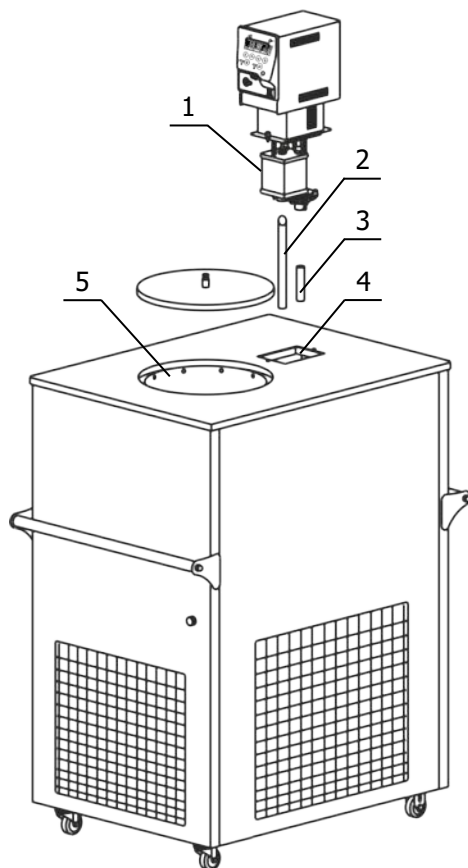
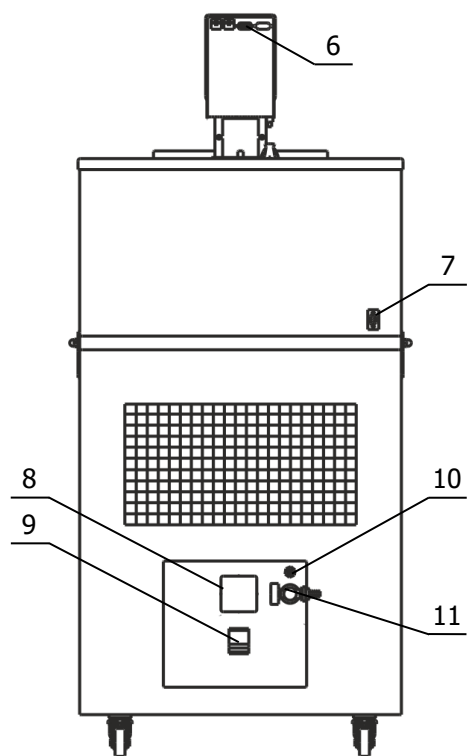

Рисунок 3 — Установка блока регулирования
Рисунок 4 — Задняя панель термостата
2.2.3 Вставить входную трубку насоса 3 (рисунок 3) во входной патрубок блока регулирования на 15 мм и зафиксировать ее винтом.
2.2.6 К переливному штуцеру 10 (рисунок 4) присоединить гибкий шланг, второй конец которого опустить в емкость для сбора излишков теплоносителя объемом 1.5–2 литра.
2.2.7 Заполнить ванну термостата теплоносителем через отверстие над рабочей ванной 5 (рисунок 3) до момента начала слива теплоносителя из переливного штуцера 10 (рисунок 4). Температурный диапазон применения теплоносителя должен соответствовать значениям, указанным в 1.2.6.
2.2.8 Вставить вилку сетевого кабеля блока регулирования в розетку 8 (рисунок 4). Соединить кабелем из комплекта поставки блок регулирования (разъем 6) и холодильную машину (разъем 7). Сетевой кабель термостата подключить к питающей сети напряжением 220 В. Для этого в лабораторном помещении должна быть установлена электрическая розетка из комплекта поставки термостата.
2.2.9 Автоматический выключатель 9 (рисунок 4) перевести в положение «включено».
Причина отсутствия перелива — неправильная работа насоса, вызванная воздушной пробкой, образовавшейся в резервуаре 1 (рисунок 3). Для ее устранения необходимо:
2.3.3 При работе термостата на температурах, близких к нижней границе диапазона регулирования необходимо доливать этиловый спирт до момента слива его из переливного штуцера 10 (рисунок 4) при охлаждении термостата на каждые 10 °С.
- на короткое время перевести автоматический выключатель 9 (рисунок 4) в положение «выключено»;
2.4.4 Для повторного запуска холодильной машины после наступления аварийной ситуации необходимо отключить питание термостата, для этого перевести автоматический выключатель 9 (рисунок 4) в положение «выключено».
2.5.5 Надеть сливной шланг из комплекта поставки на сливной кран 11 (рисунок 4) и закрепить его хомутом. Свободный конец шланга опустить в емкость для сбора теплоносителя объемом, превышающим объем термостата.